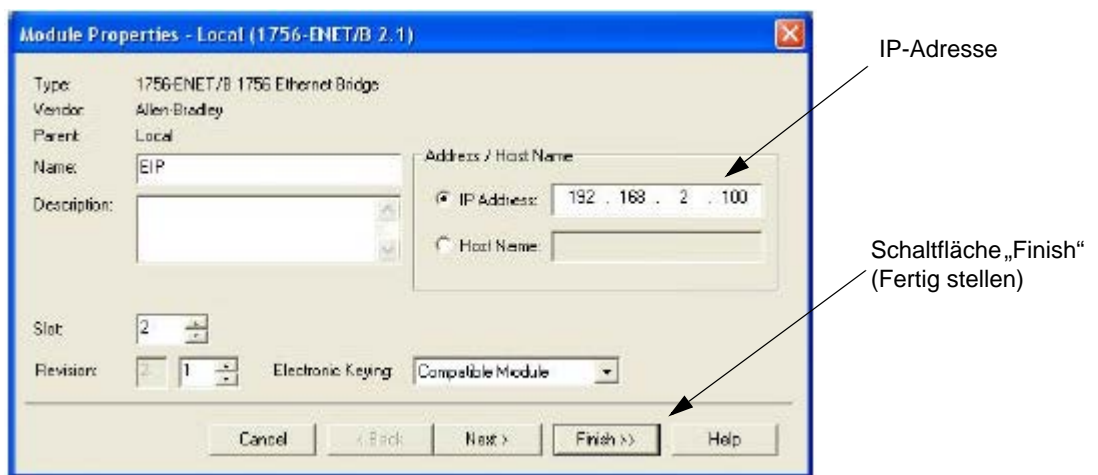

ABB. 70: Eigenschaften des Ethernet-Moduls
- c. Im Fenster „Select Module Type“ (Modultyp auswählen) den Eintrag „1756-ENET/B“ oder „1756-ENBT/A“ wählen. RSLogix öffnet das Fenster „Module Properties“ (Moduleigenschaften). Siehe ABB. 70.
- i. Die IP-Adresse und die Subnetzmaske eingeben. Die IP-Adresse muss der IP-Adresse entsprechen, die im Fenster „Module Properties“ (Moduleigenschaften) eingegeben wurde (ABB. 70).